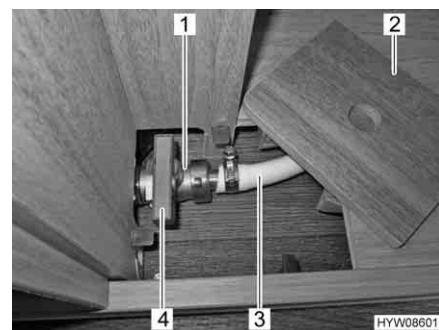

Fig. 60 Rubinetto di scarico
- Aprire lo sportello e rimuovere la copertura (Fig. 60,2) del rubinetto di scarico (Fig. 60,1).
- Aprire il rubinetto di scarico. A questo scopo ruotare la leva (Fig. 60,4) del rubinetto di scarico parallelamente alla tubazione (Fig. 60,3).
- Chiudere il rubinetto di scarico. A questo scopo ruotare la leva del rubinetto di scarico trasversalmente alla tubazione (Fig. 60).